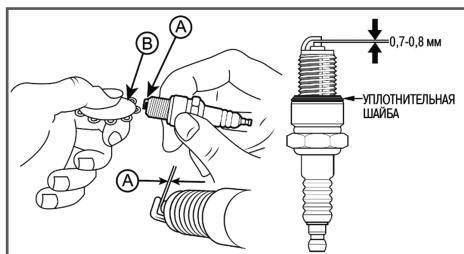

Рис. 19 Проверка зазора между электродами
- Измерьте зазор А между электродами свечи зажигания специальным щупом В. Зазор А должен быть 0,7-0,8 мм (Рис. 19). При увеличении или уменьшении требуемого зазора, рекомендуется заменить свечу, так как регулировка зазора может привести к изменению качества искрообразования.